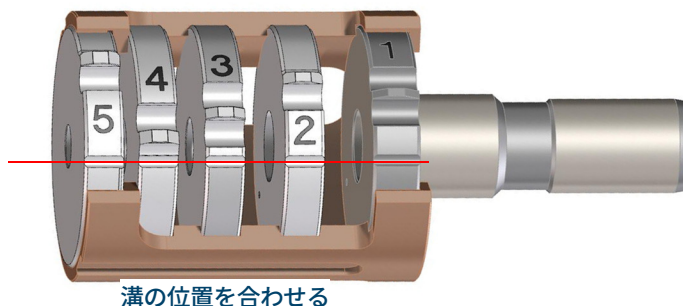

図 53 組み立てられた後の EI HES レンズ
- 1 5 枚のレンズをレンズインシュレータ内に組み入れます。(166 ページの 図 53 を参照してください)。レンズ番号は各レンズの外周に刻印されています。